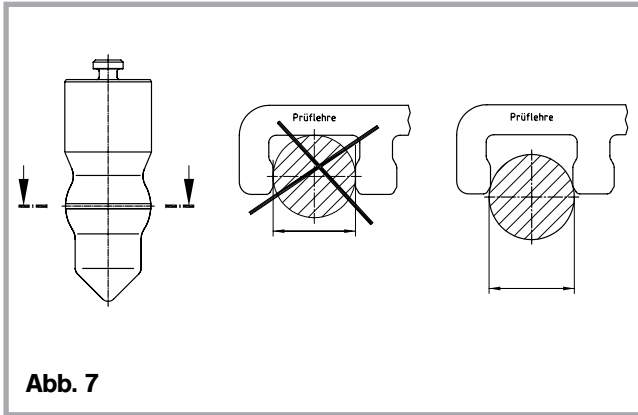

Abb. 7
- Der Durchmesser des balligen Teiles darf **55 mm** nicht unterschreiten, andernfalls ist der Kupplungsbolzen auszutauschen (s. Abb. 7).